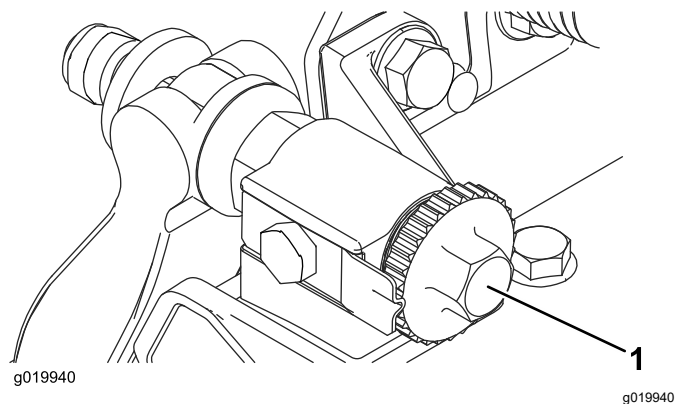

Bild 10
2. Drehen Sie die Einstellschrauben des Untermesserträgers nach links, um sicherzustellen, dass der Untermesserträger nicht die Spindel berührt (**Bild 10**).